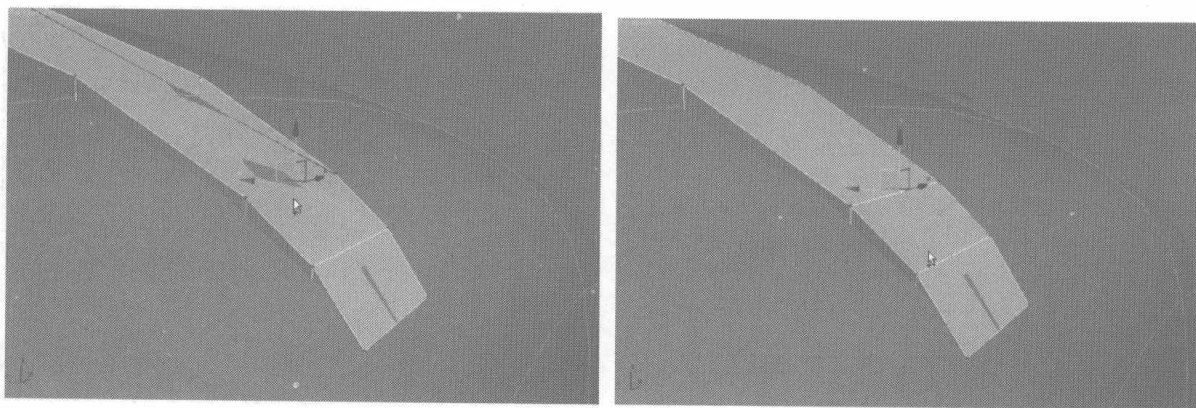
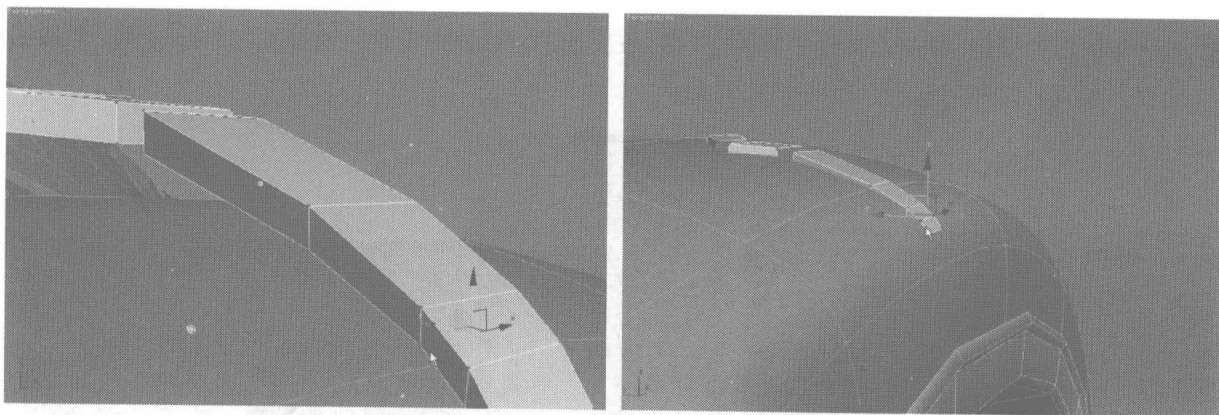

图 7.284
图 7.285
- 40 选择图 7.284 中的两个节点, 单击 **Connect** 按钮, 连接节点。然后分别连接上下两个面上的其他节点, 调整节点的位置, 如图 7.285 所示。